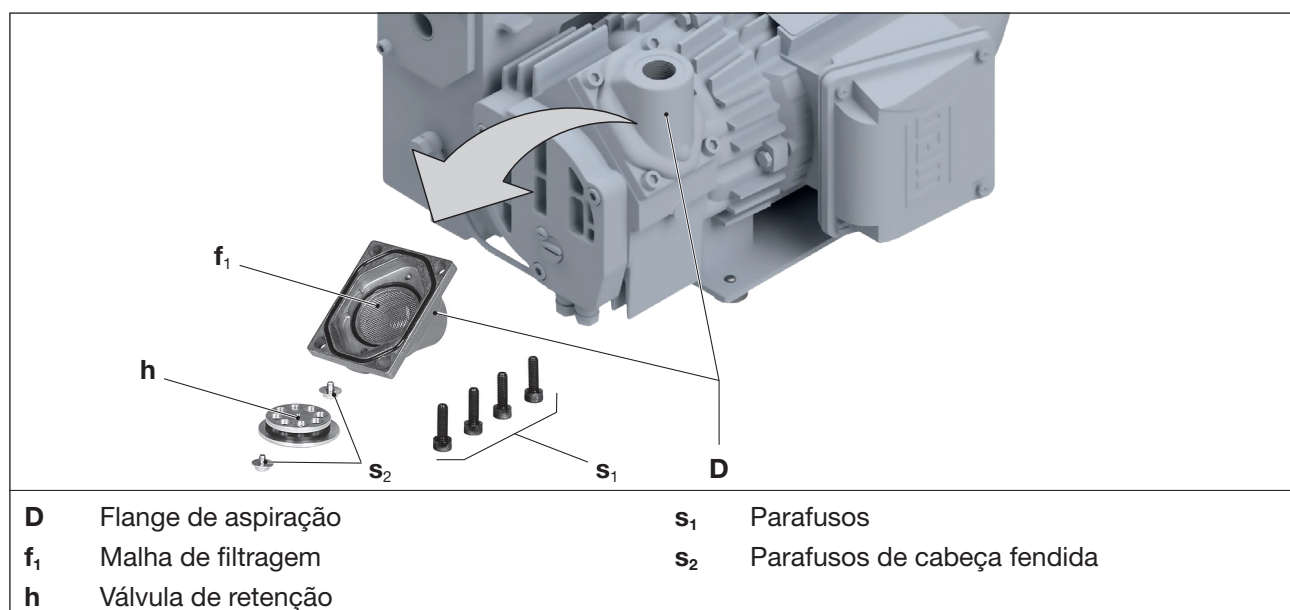

Fig. 6 Limpar a malha de filtragem
A malha de filtragem (Fig. 6/f₁) deve ser limpa através de lavagem ou sopro, com maior ou menos frequência, dependendo do nível de sujidade do agente aspirado ou substituída.
- b) Soltar os quatro parafusos (Fig. 6/s₁) no flange de aspiração (Fig. 6/D) e retirar o flange de aspiração.
- c) Soltar os dois parafusos de cabeça fendida (Fig. 6/s₂) na válvula de retenção (Fig. 6/h) e retirar a válvula de retenção do flange de aspiração.
- d) Retirar a malha de filtragem (Fig. 6/f₁) do flange de aspiração e limpe-a.
- f) Colocar a malha de filtragem (Fig. 6/f₁) no flange de aspiração (Fig. 6/D). Colocar em seguida a válvula de retenção (Fig. 6/h) e fixar com os dois parafusos de cabeça fendida (Fig. 6/s₂).
- g) Montar o flange de aspiração (Fig. 6/D) com os quatro parafusos (Fig. 6/s₁) na bomba.